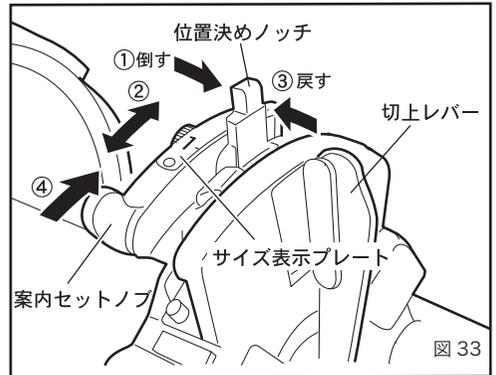
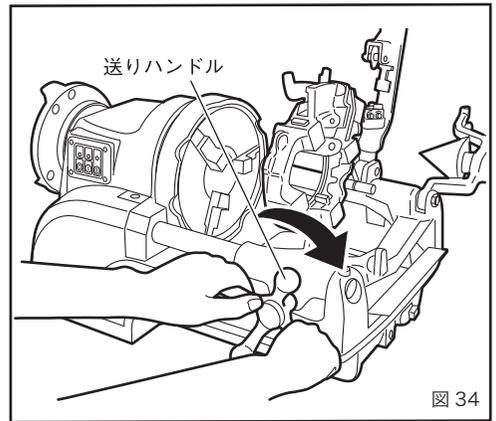

図 33
図 34
サイズ変更する場合 (図 33)
1. 位置決めノッチを図 33 の矢印①の方向に倒す。
2. サイズ表示プレートに表示されている希望のパイプサイズに位置決めノッチを合わせる。(矢印②)
3. 位置決めノッチを矢印③の方向に倒しながら、ノッチの溝に位置決めピンをはめ込む。
- ②案内セットノブを矢印④の方向に止まるまで押すと、ダイヘッドはセットの位置になります。ON スイッチを押すと、オイルはダイヘッドから自動的に注油されます。
- ③送りハンドルを時計方向に回して、パイプにダイヘッドを押しつけ、チェーザを食いつかせてください。(図 34)
- ④ねじが 3 ~ 4 山切れれば後は自動的にねじが切れ、ねじが規定の長さになると、切上レバーによりチェーザが自動的に開きます。
- ⑤ OFF スイッチでモーターを停止し送りハンドルを反時計方向へ回してダイヘッドをパイプから離します。